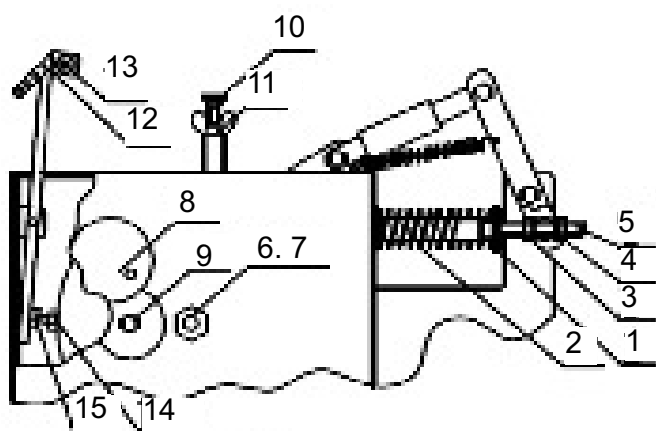

Abb. 8
Die Einstellung der Vorbremse erfolgt mit der Schraube (10) und Flügelmutter (11) (Abb. 8). Eine Funktion der Vorbremse übernimmt auch die Seilführung Pos. 12, (Abb. 8) in der das Drahtseil eingeführt ist. Durch richtige Einstellung wird zugesichert, dass sich das Drahtseil nicht von selbst bzw. zu schnell von der Trommel abwickelt. Das würde sonst, bei einer schnellen Entlastung der Bremse und zu schnellem Abwickeln, das Drahtseil beschädigen.
- anziehen der Mutter (Pos. 3) Abb.8, welche die Feder anspannt
Auf der Seilwinde befinden sich vier Schmiernippel, die eine Schmierung der oberen und unteren Umlenkrolle sowie der Seilführung ermöglichen. Ebenfalls sind die Nippel (13) auf der Vorbremse (12) (Abb.8) zu schmieren.